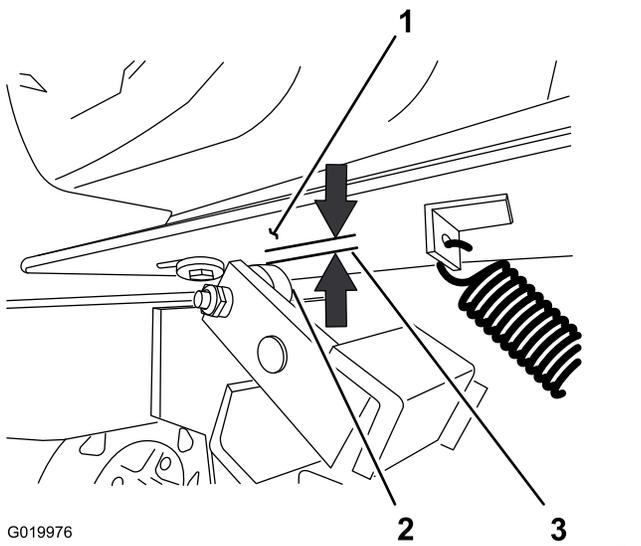

Figure 65
5. Mesurez l'entrefer entre le plancher moteur et le rouleau sur l'embrayage (Figure 65).